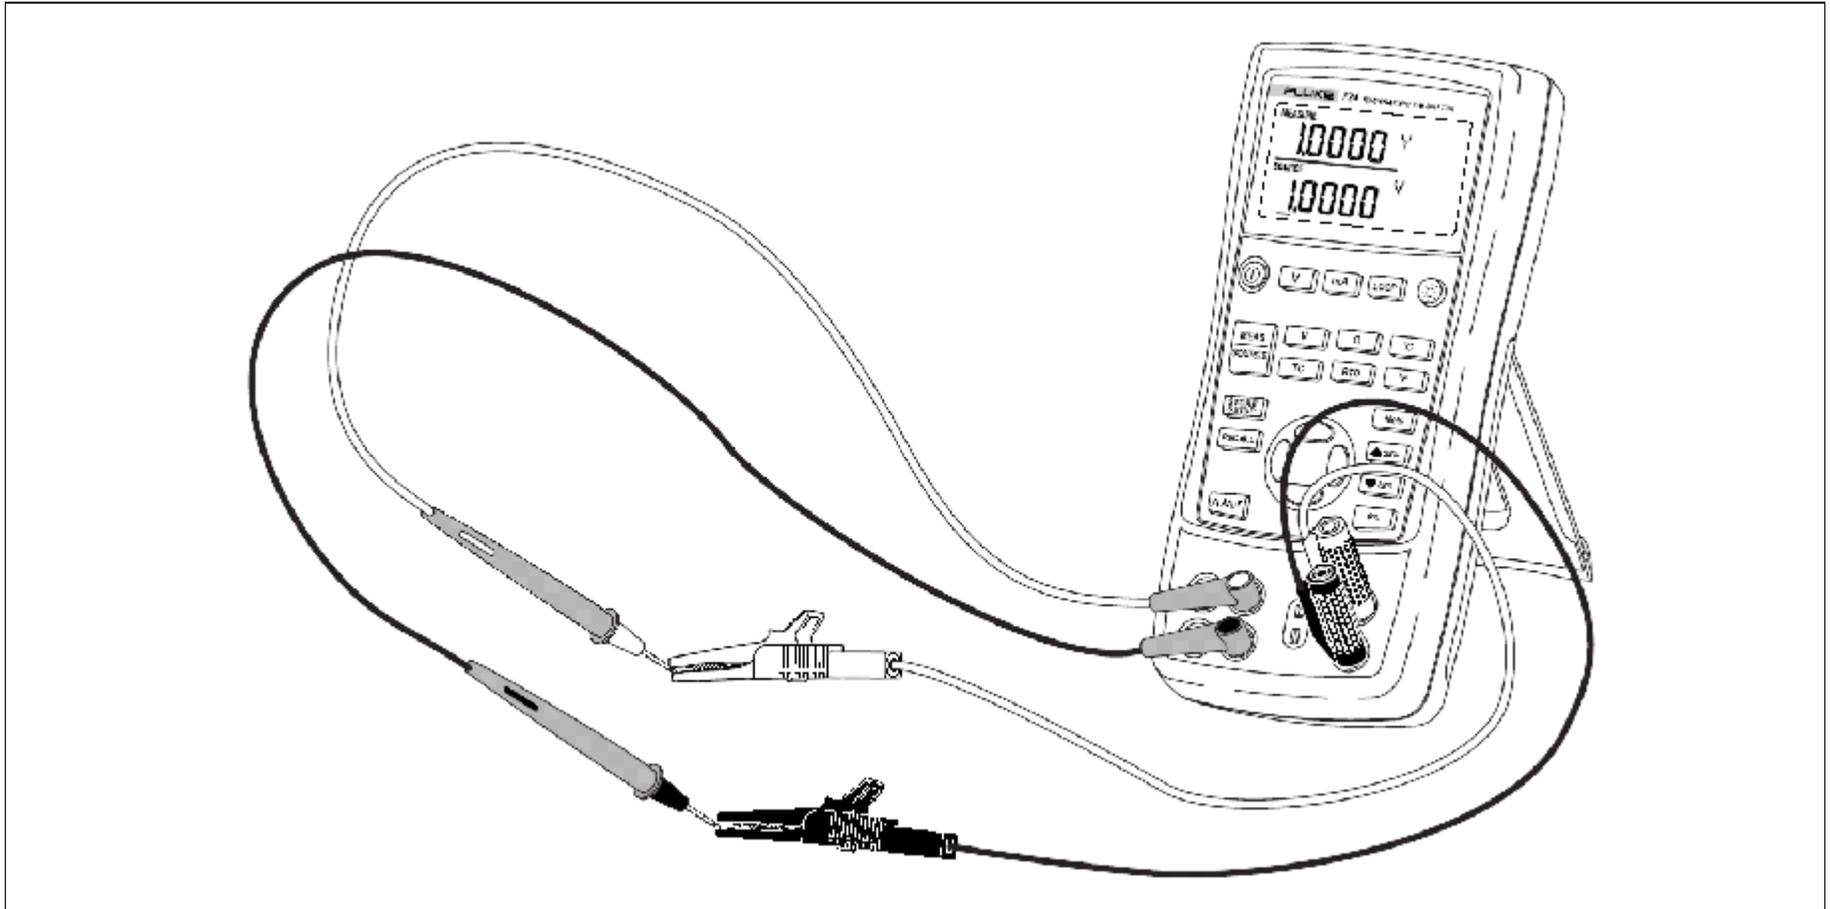

Рис. 5. Проверка разности напряжений (Voltage-to-Voltage Test)
1. Соедините выход напряжения калибратора с его же входом напряжения, как показано на рис. 5.